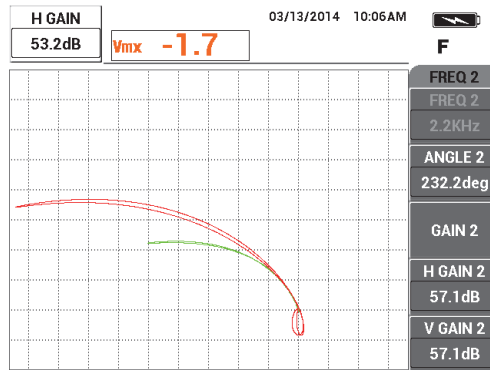

Abbildung 5-122 Einstellen der horizontalen Signalamplitude von FREQ 1
13. Drücken Sie zweimal die Direktzugriffstaste GAIN (**dB**) und verringern Sie die horizontale Signalamplitude von Frequenz 1 (grün) bis sie exakt 5 Skalenteile vom Nullpunkt entfernt liegt (auf der linken Seite) [siehe Abbildung 5-122 auf Seite 230].